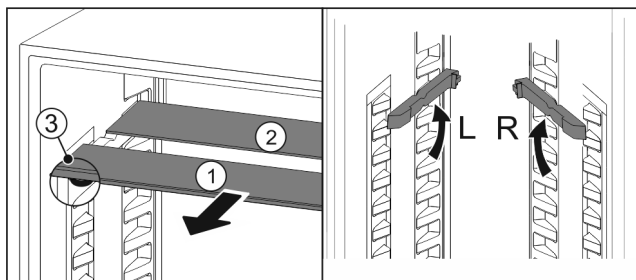

Fig. 94
- ▶ Steklene plošče posamično izvlecite Fig. 94 [1] naprej.
- ▶ Steklena plošča Fig. 94 [1] z okrasno letvijo je spredaj.
- ▶ Zaustavljalniki Fig. 94 [3] so obrnjeni navzdol.